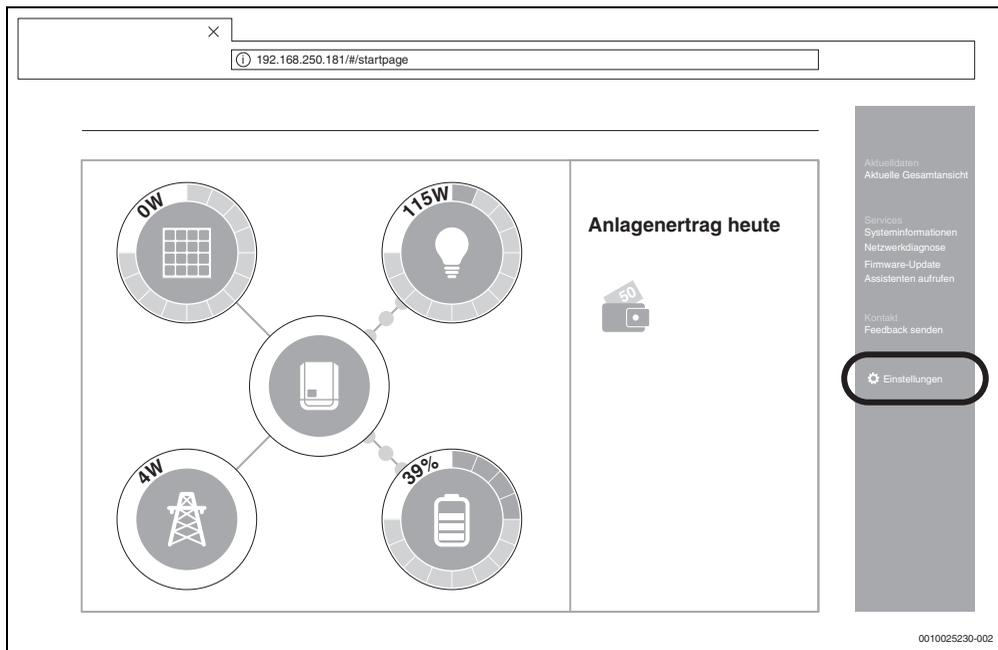

Bild 13 Datamanager (Für die Fronius Gen24 Plus-Wechselrichter kann die Darstellung in der Web-UI abweichen)
Die Komponenten sind richtig verbunden, wenn die Übersicht des Fronius Datamanagers der Anzeige in Bild 13 entspricht. Die Anzeige der Batterie (unten rechts) ist optional und kann je nach System entfallen.
4. Im Reiter rechts auf **Einstellungen** klicken (→ Bild 13).